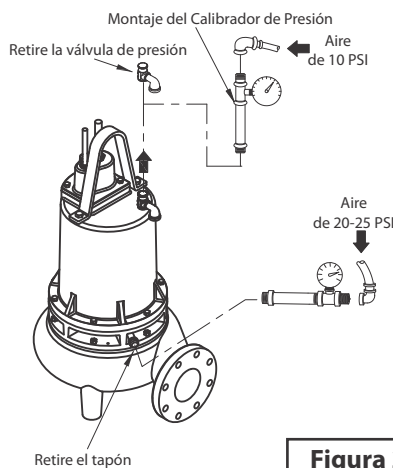

Figura 2
Cubierta de Motor - El aceite debe estar al nivel normal. Retire la válvula de presión (10) de la cubierta (3). Aplique sellador de tuberías al calibrador de presión y colóquelo en lugar del tapón (vea la figura 2). Presurice la cubierta a 10 PSI. Utilice una solución jabonosa alrededor de las áreas selladas e inspeccione las uniones en busca de burbujas de aire. Si después de cinco minutos la presión aún se mantiene constante, y no se observan burbujas, purgue lentamente la presión y retire el conjunto del medidor.